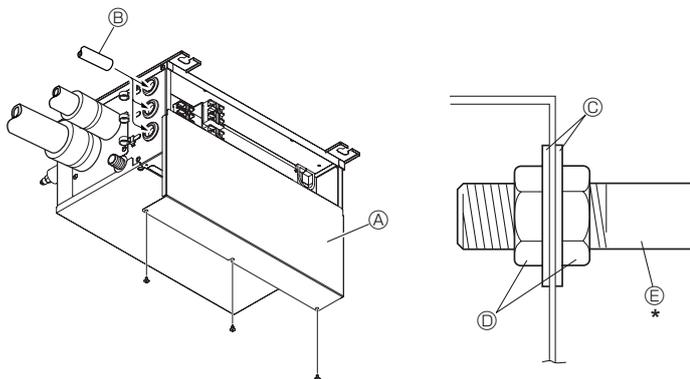

Fig. 9-4
9.1. Cuando se utiliza un conducto de cableado (Fig. 9-4)